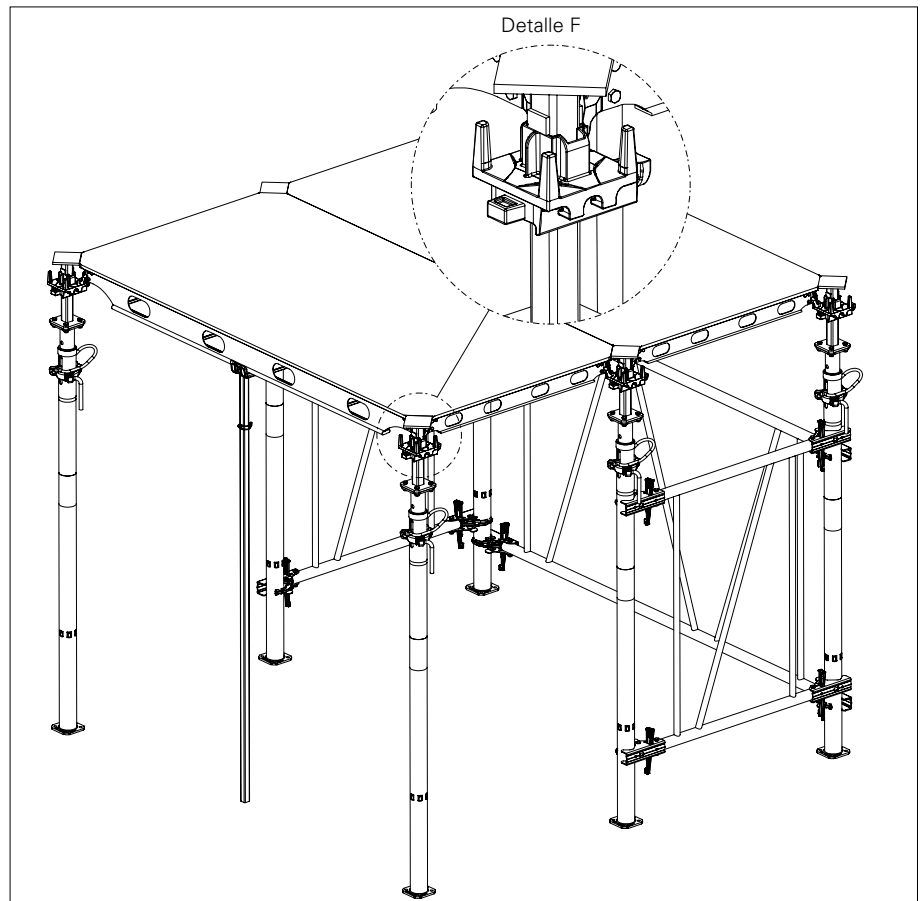

Fig. A5.08
3. Fije los siguientes dos puntales a las esquinas de panel de la misma manera. (Fig. A5.08).